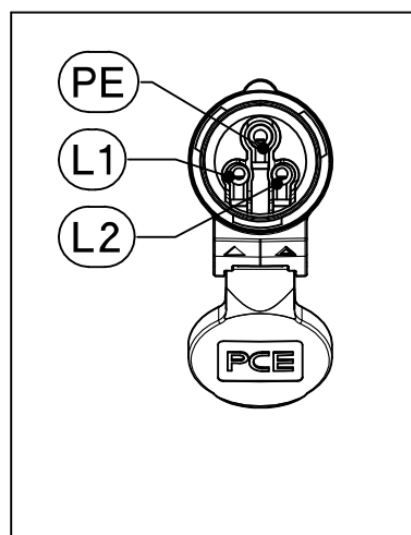

Abb. 6
- Bei einem 1-Phasen-Motor schließen Sie die beiden Phasen an die Klemmen L1, L2 (Abb. 6). (BLAUER STECKER) an.